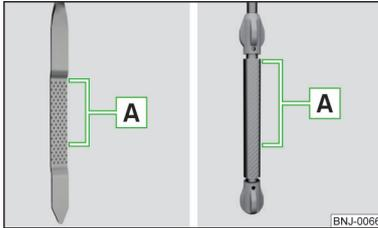

Fig. 170
El nivel de aceite tiene que situarse en la zona **A** » fig. 170. Si el nivel de aceite se encuentra por debajo de la zona **A**, se debe rellenar aceite.
- El nivel de aceite no debe estar nunca fuera de la zona **A** » fig. 170. ¡Existe riesgo de daños del motor, así como en el sistema de gases de escape!